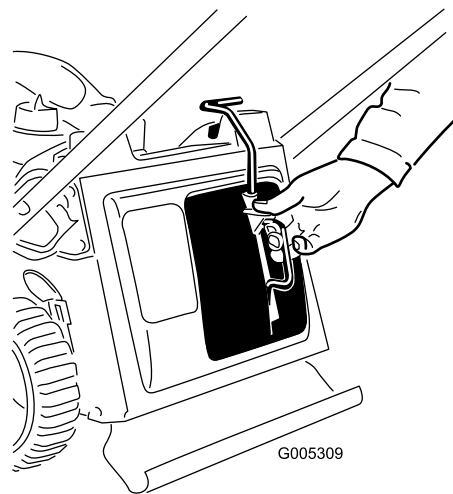

Figure 29
1. Enlevez l'obturateur Recycler (Figure 29).